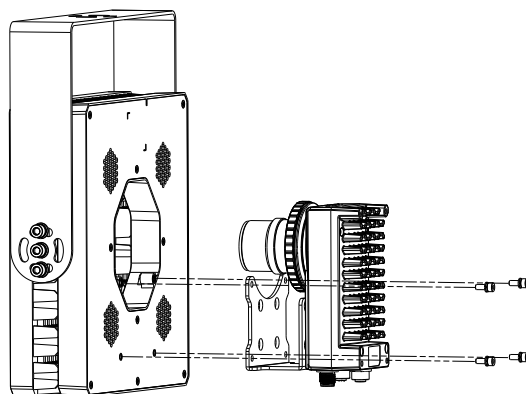

图3-4 安装读码光源
2. (可选) 将设备用 M4 螺丝通过固定支架和读码光源安装，如图 3-4 所示。